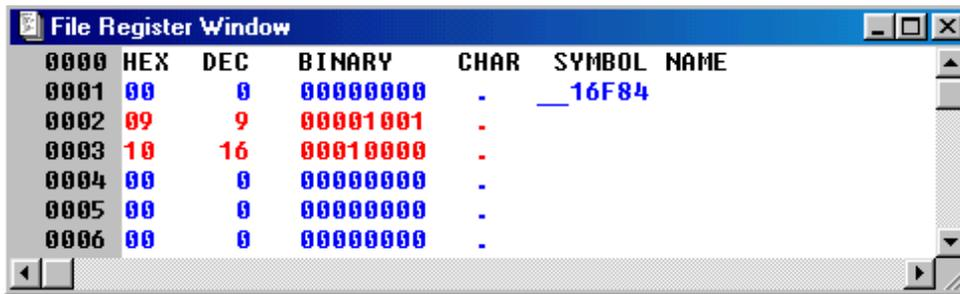

Figura 30.- Formato *Symbolic Display* del listado de registros de propósito general
•*Symbolic Display*.- Este formato presenta un archivo con los registros de propósito general con sus etiquetas si las tienen y su contenido en hexadecimal, decimal, binario y formato carácter tal y como se puede ver en la Figura 30.